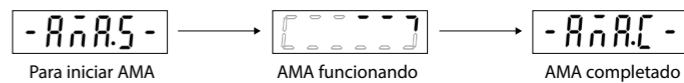

Ilustración 7: Indicaciones de estado de AMA
3. Ajuste [1] Activar AMA completo o [2] Activar AMA reducido para el parámetro P4.2.1.3 Modo AMA; la pantalla principal muestra Para iniciar AMA; consulte la ilustración 7.